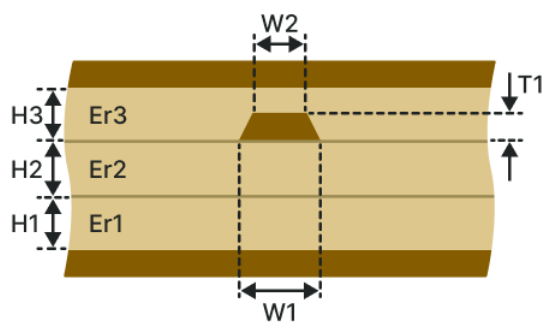

Рис. 138 Полосковая ЛП (П-2Н1В)
- Полосковая ЛП (П-2Н1В), см. Рис. 138.